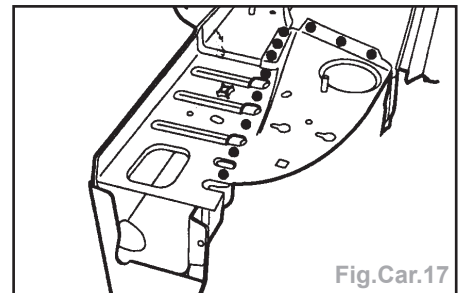

Fig.Car.17
- Souder par points électriques (avec l'équipement : AB1) (Fig.Car.17).